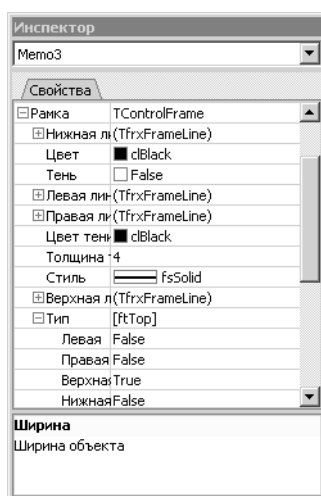

Рис. 3.18.
1. Включите нужные линии рамки объекта, используя кнопки, расположенные на панели инструментов **Рамка** (см. раздел 1.4.4 на с. 21) или элементы управления панели **Инспектор** (рис. 3.18).